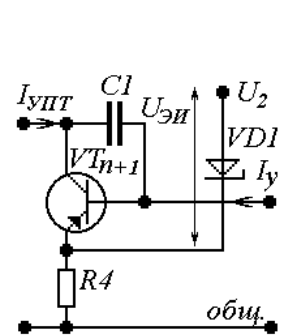

Рис.13. Вариант 1
$$U_{K_{n+1}} = (1 + \delta_1) U_{2\text{ном}} - \sum_{l=1}^n U_{\text{БЭ}_l}, \text{ для рис. 13, 14.} \quad (30)$$
$$U_{\text{ЭИ}} = 0.5 U_{2\text{ном}}, \text{ для рис. 13, 14.} \quad (35)$$
$$R_4 \leq \frac{U_{2ном} - U_{ЭИ}}{I_{см1min} + I_{УПТmax}}, \text{ для рис. 13, 14.} \quad (37)$$